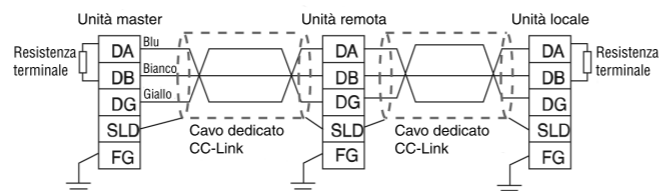

Fig.2
- Assicurarsi di collegare una resistenza di terminazione fra "DA" e "DB" ad entrambe le estremità del sistema CC-Link (fare riferimento alla Fig.2). Usare un cavo che abbia le stesse specifiche di quello dedicato CC-Link. Se viene utilizzato un cavo aventi altri tipi di specifiche, non si garantisce la normale trasmissione dei dati.